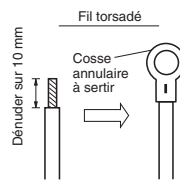
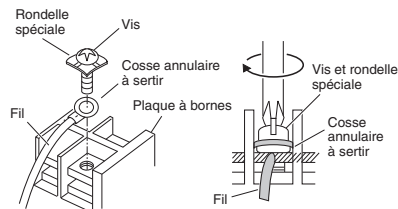

Fig. 4-5
Fig. 4-6
- (1) Coupez l'extrémité de câble avec une pince coupante, puis dénudez l'isolant pour exposer le câblage à garniture tressée sur environ 10 mm, et torsadez bien les extrémités de câble. (Fig. 4-5)
- (2) En utilisant un tournevis Phillips, enlevez la ou les vis de borne situées sur la plaque de bornes.
- (3) En utilisant une pièce de fixation de connecteur d'anneau ou une tenaille, garnissez chaque extrémité de câble dénudée avec une borne à anneau de pression.
- (4) Placez la borne à anneau de pression, remplacez et serrez la vis de borne enlevée en utilisant un tournevis. (Fig. 4-6)